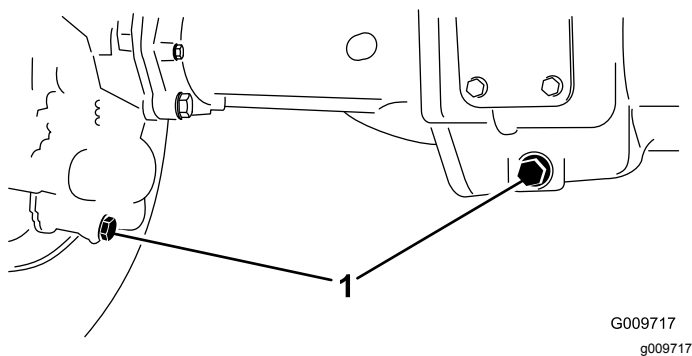

Figure 69
2. Nettoyez la surface autour des 3 bouchons de vidange, 1 à chaque extrémité et 1 au centre (Figure 69).